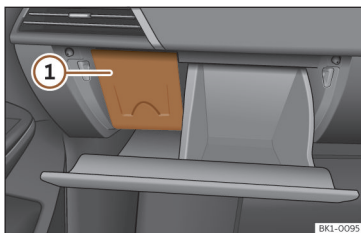

Fig. 180 Veículos com volante à direita: tampa da caixa de fusíveis do painel de instrumentos, no lado do passageiro.
- Retire a tampa a partir de cima >>> **Fig. 180** ①.